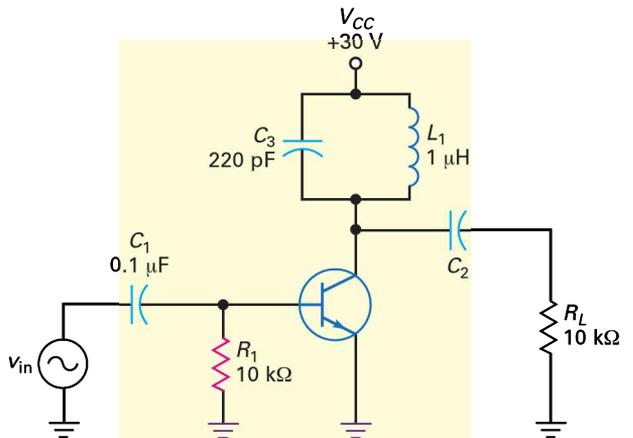

Figure 10.44
10.34 **III Multisim** Si la tension d'entrée de la figure 10.44 vaut $5 V_{eff}$, quelle est la tension d'entrée crête à crête ? Si on mesure la tension continue entre la base et la masse, quelle est la valeur trouvée ?
10.35 **III Multisim** Quelle est la fréquence de résonance de la figure 10.44 ?
10.36 **III Multisim** Si l'inductance de la figure 10.44 est doublée, quelle est la fréquence de résonance ?
10.37 **IIII Multisim** Que devient la fréquence de résonance de la figure 10.44 si la capacité est fixée à 100 pF ?
10.38 Si l'ampli classe C de la figure 10.44 a une puissance de sortie de 11 mW et une puissance d'entrée de 50 μ W, que vaut le gain en puissance ?
10.39 Quelle est la puissance de sortie de la figure 10.44 si la tension de sortie est 50 V_{pp} ?
10.40 Quelle est la puissance AC maximale de sortie de la figure 10.44 ?
10.41 Si le courant d'alimentation de la figure 10.44 est 0,5 mA, quelle est la puissance DC d'entrée ?
10.42 Quel est le rendement de la figure 10.44 si le courant d'alimentation est de 0,4 mA et la tension de sortie 30 V_{pp} ?
10.43 D'après la figure 10.44, quelle est la bande passante de l'amplificateur si le coefficient Q de l'inductance est 125 ?
10.44 Quelle est la dissipation de puissance du transistor la plus défavorable d'après la figure 10.44 ($Q = 125$) ?
10.45 On utilise un transistor 2N3904 dans la figure 10.44. Si le circuit fonctionne dans une plage de températures allant de 0 à 100 °C, quelle est la puissance maximale admissible dans le cas le plus défavorable ?